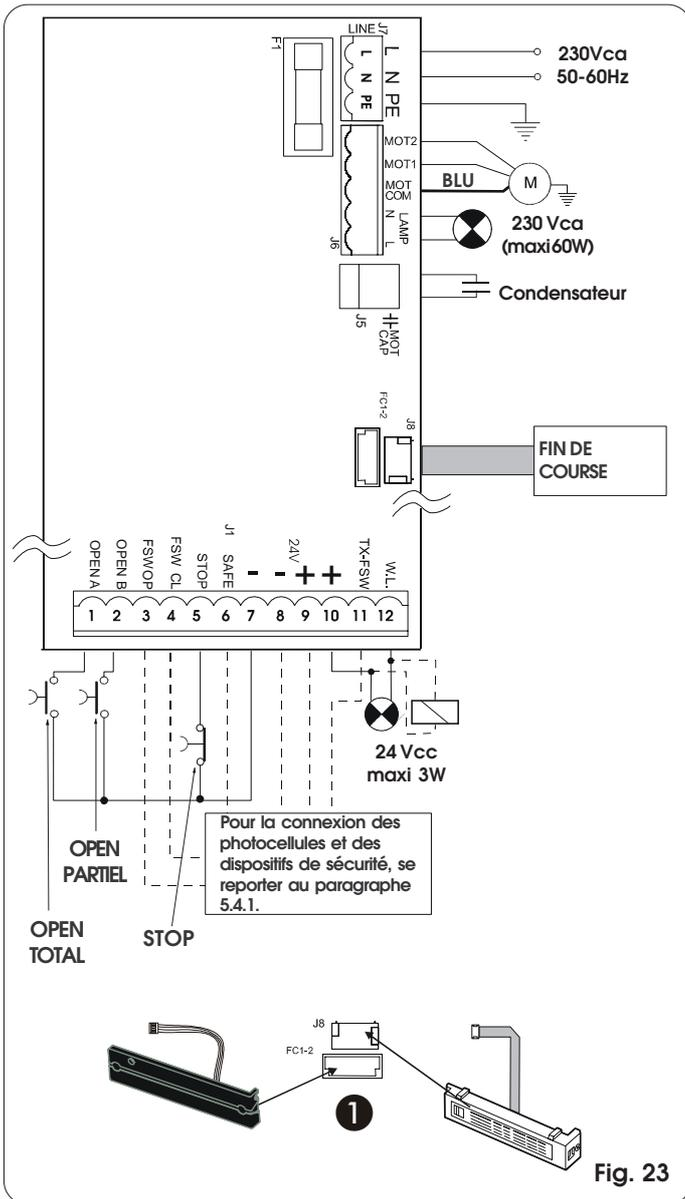

Fig. 23
5.4.2. Bornier J7 - Alimentation (fig. 23)
5.4.3. Bornier J6 - Moteurs et feu clignotant (fig. 23)
5.4.4. Bornier J1 - Accessoires (fig. 23)
Connecteur à embrochage rapide pour le raccordement du fin de course. Il permet de connecter à l'armoire le fin de course MLS et le fin de course inductif (fig. 23 réf. ❶).